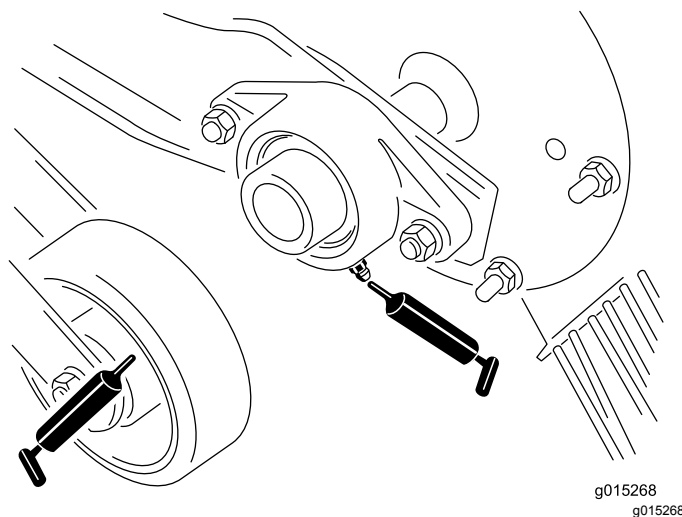
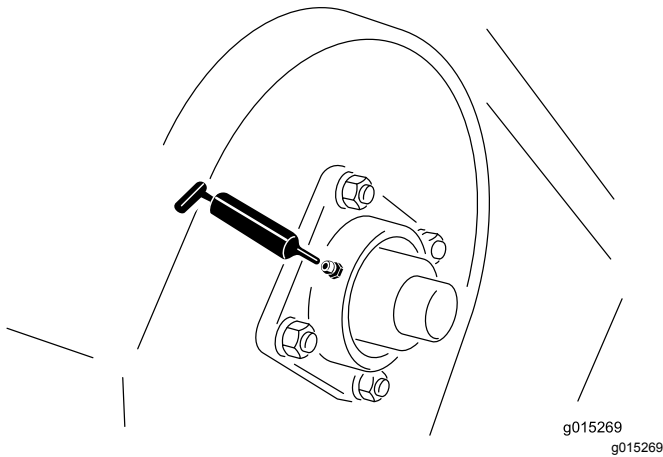
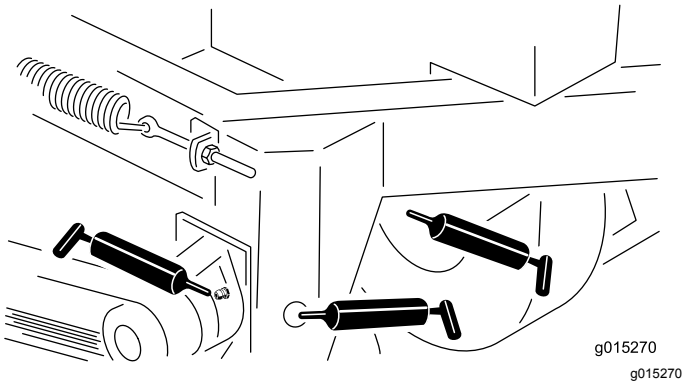

図 11
図 12
図 13
2. グリスガンでグリスを注入する 図 11、図 12、図 13。